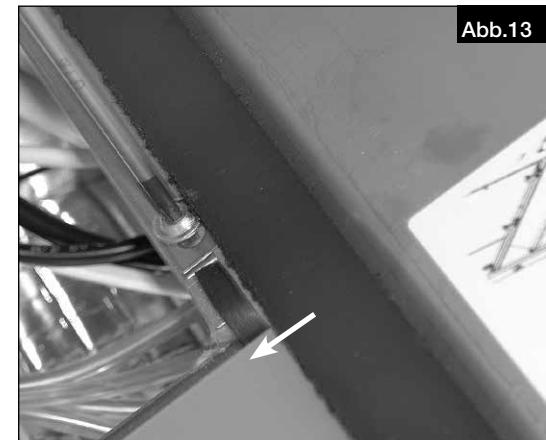

Abb.13
2. Befestigungsschraube der Kondensatwanne lösen (Abb.13)